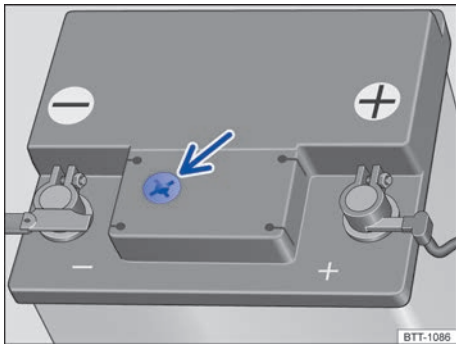

Fig. 305 Mirilla en la parte superior de la batería (representación esquemática).
- Procure disponer de buena iluminación para poder distinguir bien el indicador de color de la mirilla redonda situada en la parte superior de la batería → fig. 305 (flecha). En vehículos con la batería en el maletero, dado el caso utilice adicionalmente un espejo para ver mejor el indicador de color. No utilice nunca una llama desprotegida u objetos incandescentes para alumbrarse.